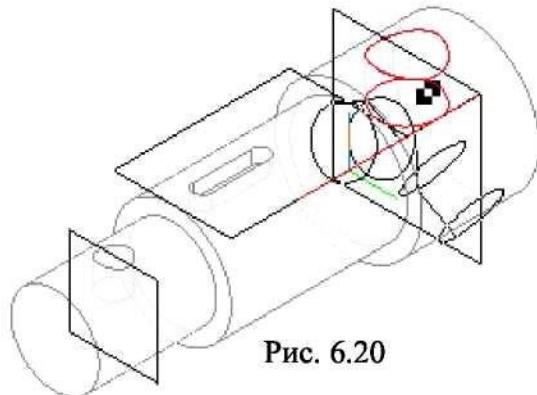

Рис. 6.20
7. Так как в одной из ступеней вала выполнено три одинаковых отверстия, то для их формирования используем команду Массив по концентрической сетке (рис. 6.20).